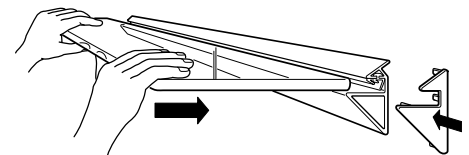

Figura 4
Paso 7: Inserte los tapones en cada extremo del soporte. Inserte el estante de vidrio en la ranura del soporte. Centre el estante para que quede pareja en ambos extremos, como se muestra en la **Figura 4**.